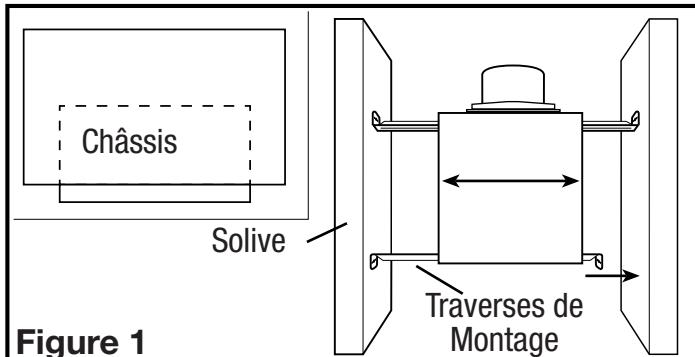
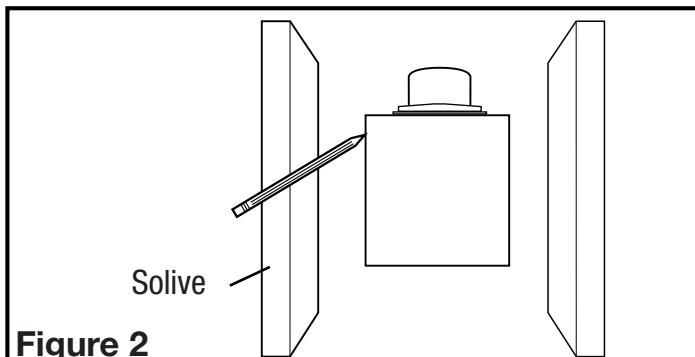

Figure 1
Figure 2
- Installez les rails dans le canal de montage sur le boîtier. Centrez le canal de montage dans les fentes sur le boîtier, puis de l'intérieur du boîtier, serrez les écrous de montage de sorte que le canal soit bien en place. Placez le boîtier à côté de la solive. Aligner le châssis pour qu'il soit de niveau avec le plafond fini. Fixez les extrémités des rails aux solives avec des vis ou des clous (non inclus) et glissez le boîtier dans la position finale (Figure 1).
- Placer le boîtier en place entre les solives et tracez un contour sur le matériau du plafond (Figure 2). Mettez le boîtier de côté et découpez l'ouverture, en faisant attention de ne pas couper ou endommager les installations électriques ou d'autres utilités masquées. Installez les rails dans le canal de montage sur le boîtier. Centrez le canal de montage dans les fentes sur le boîtier, puis de l'intérieur du boîtier serrez les écrous de montage de sorte que le canal soit bien en place. Positionnez le boîtier dans le trou préalablement découpé de sorte qu'il soit aligné avec le plafond fini. Fixez les extrémités des rails aux solives (Figure 1).